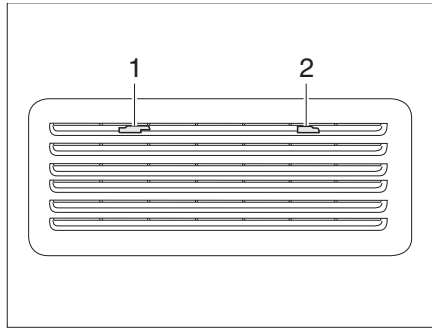

Bild 316 Kylskåpets ventilationsgaller (Thetford)
- Skjut spärren (Bild 316,1) till mitten.